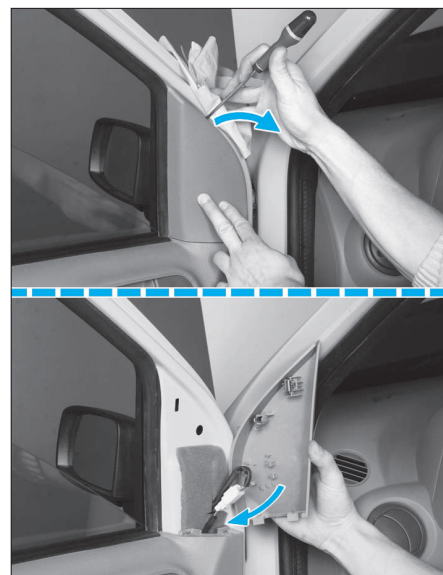

FIG. 86
- Décliper l'enjoliveur intérieur de rétroviseur comme illustré (Fig.86), puis décliper le connecteur du rétroviseur de son enjoliveur.